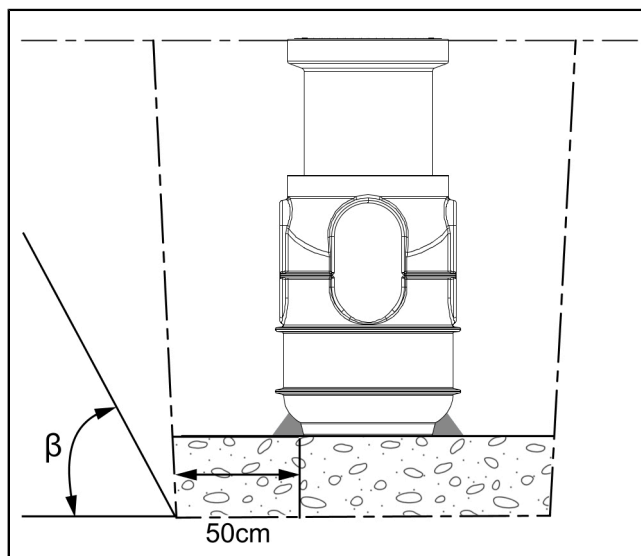

Fig. 1: Udgravning
- Resterende mellemrum (på "Fig. 1: Udgravning", side 14) fyldes i afsnit på 0/16 med fyldemateriale. Efter 30 cm stemples til 97 % til højde på bundkant eller standard-vejkonstruktion.